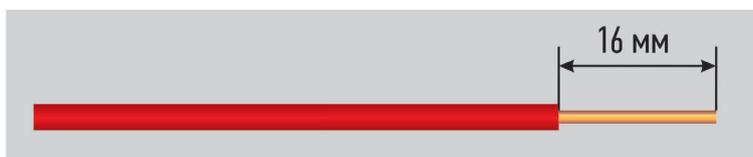

Рис. 2
3. Зачистите провод на 16 мм и скрутите жилы (см. рис. 2). При подключении двух проводов скрутите их между собой.